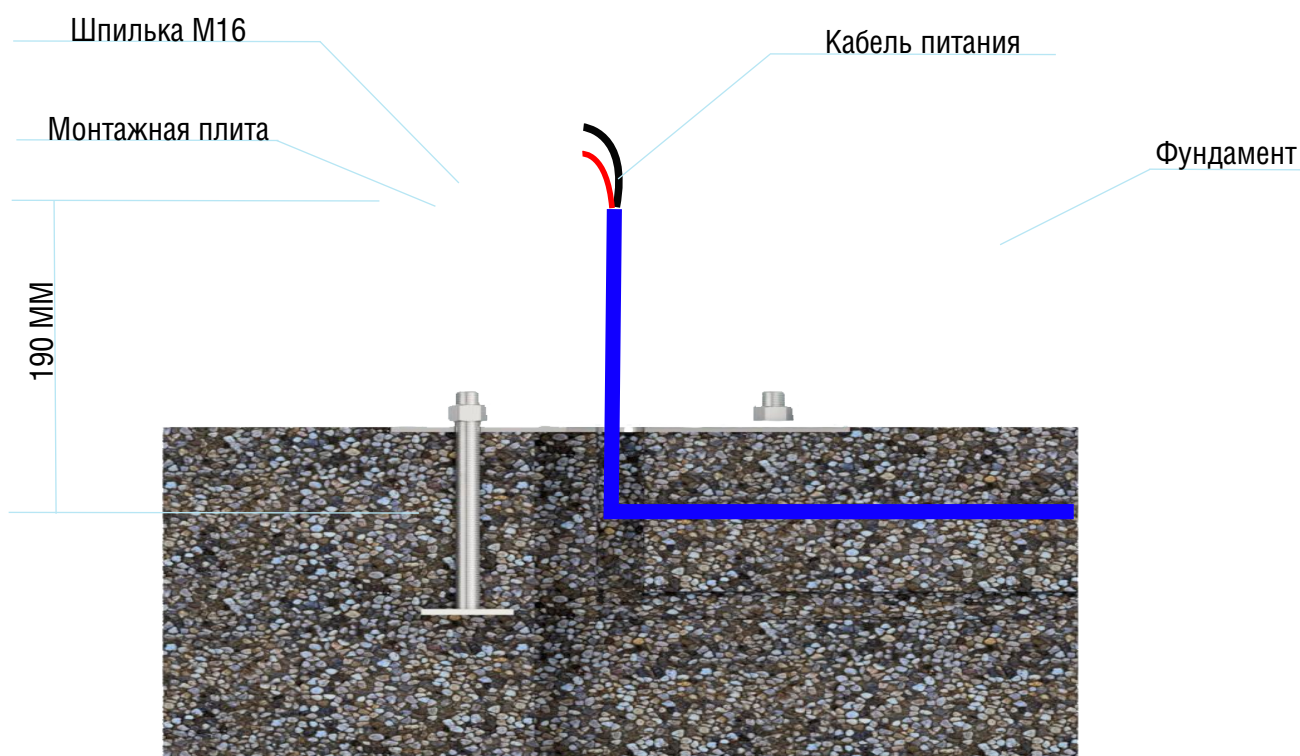

Рисунок 13. Образец заливки фундамента
- 5 Залить бетон (не ниже марки 200) в подготовленную яму, предварительно установить в неё монтажные шпильки, выставленные по шаблону и сделать прокладку защитных труб для последующей прокладки в них питающего и сигнальных кабелей (рисунок 13).